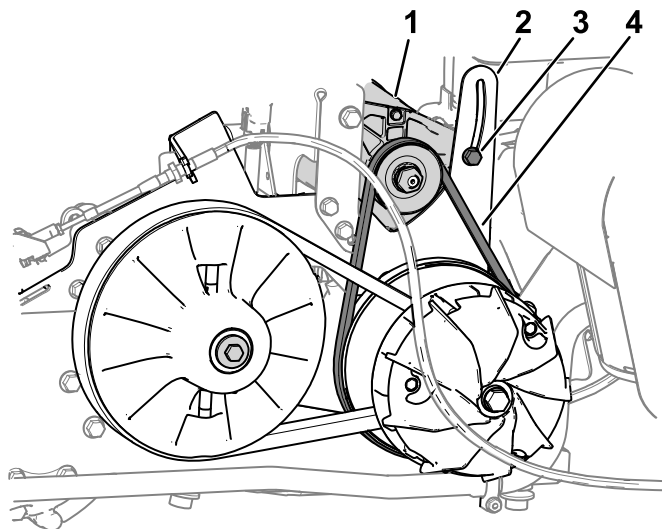

Figura 57
1. Desaperte a porca de articulação do gerador do motor de arranque (Figura 57).
3. Pressione o pé de cabra para rodar o gerador de arranque na ranhura do suporte giratório (Figura 57) até a tensão da correia permitir apenas 6,4 mm de deflexão da correia com 44 N·m de força.